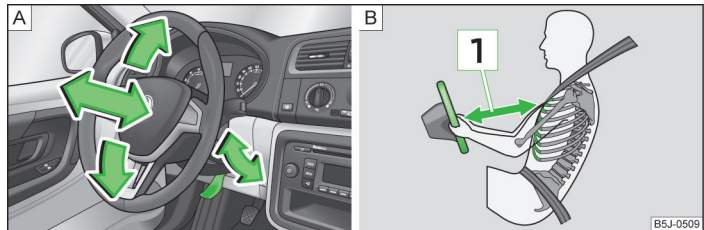

Abb. 85 Verstellbares Lenkrad: Hebel unter der Lenksäule / Sicherer Abstand zum Lenkrad
- Das Lenkrad so einstellen, dass der Abstand zwischen Lenkrad und Brustbein mindestens 25 cm beträgt **1** » **Abb. 85** auf Seite 98. Wenn Sie den Mindestabstand nicht einhalten, kann Sie das Airbag-System nicht schützen - Lebensgefahr!
- Den Hebel unter dem Lenkrad nach unten schwenken » **Abb. 85 - A.**